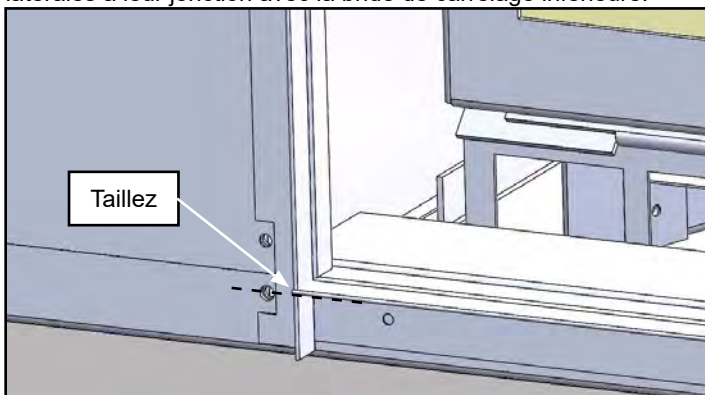

Figure 12.4.03:
Installez les brides de carrelage en utilisant les (9) rivets de 1/8 po (fournis). N'installez aucun matériau combustible sur la face de contour du foyer. Voir la Figure 12.4.03 pour les détails de finition.